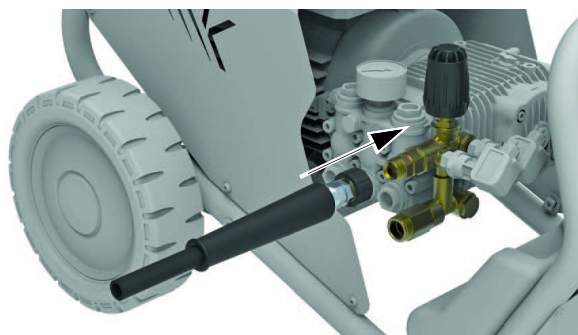

Abb. 6: Wasserausgangsanschluss
Schritt 2: Den Schnellkuppungsanschluss des Hochdruckschlauches (Pos. 16, Abb. 4) mit dem Wasserauslassanschluss (Pos. 11, Abb. 4) verbinden, die Ringmutter von Hand aufschrauben und fest anziehen (Abb. 6).